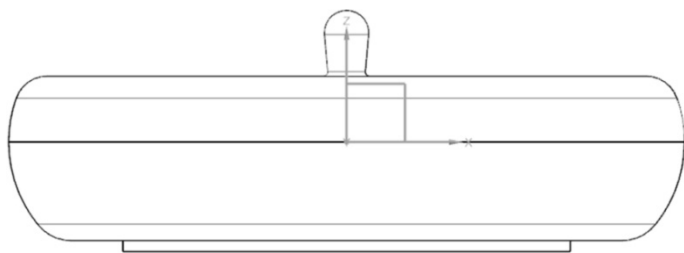

图 12-8 移动对象，口部与 XOY 平面对齐
(15) 选取“菜单 | 编辑 | 特征 | 移除参数”命令，移除零件的参数。
(16) 选取“菜单 | 编辑 | 移动对象”命令，在【移动对象】对话框中对“运动”选择“距离”，“指定矢量”选取“-ZC↓”，“距离”设为 45mm，“结果”选择“● 移动原先的”。
(17) 单击“确定”按钮，零件往-ZC 方向移动 45mm，口部与 XOY 平面对齐，如图 12-8 所示。